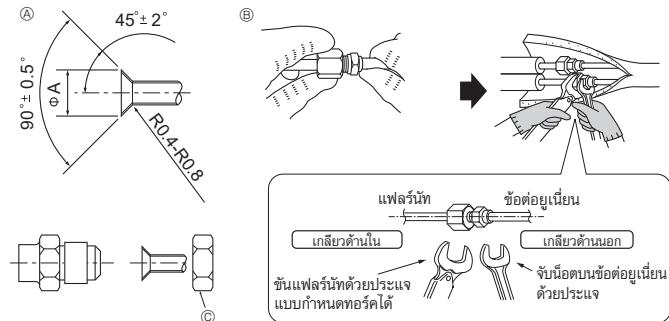

Fig. 4-1
4.2. การต่อท่อ (Fig. 4-1)
④ แรงบิดแฟลร์นัท